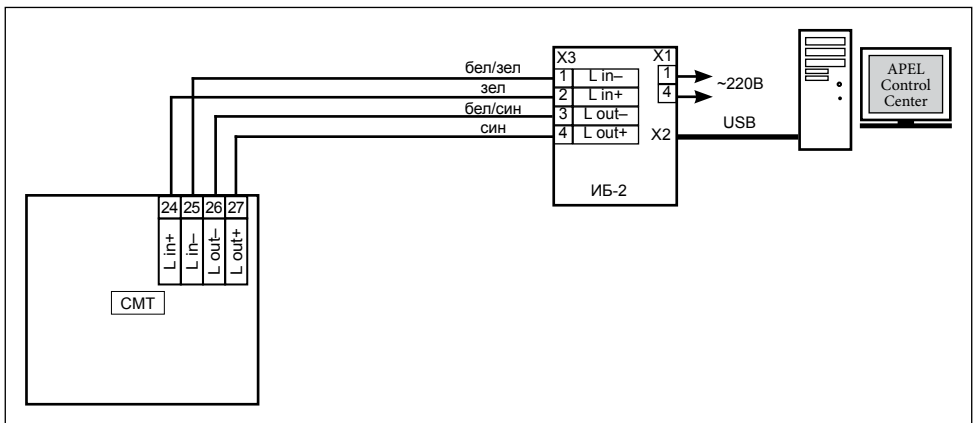

Рисунок 8. Счётчик моточасов - таймер CMT УИ. Подключение последовательного интерфейса.
6.8 Если необходима работа счётчика моточасов в составе компьютерной системы управления технологическим оборудованием APEL Control Center, подключите кабель последовательного интерфейса к соответствующим контактам (Рисунок 8) Рекомендуется использовать кабель с витыми парами типа UTP5. В момент ответа на полученную с компьютера команду в правом разряде дисплея загорается десятичная точка.